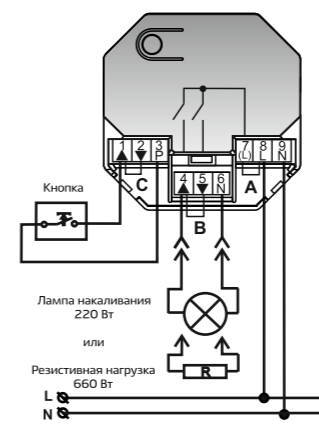

Рис. 3 - Схема подключения Nero 8013 UPM к осветительным приборам и электрической нагрузке
- установить перемычку «В» между контактами 4 и 5 (рис.3);
- подключить к контакту 6 и соединенным контактам 4 и 5 осветительный прибор или электрическую нагрузку (рис.3).